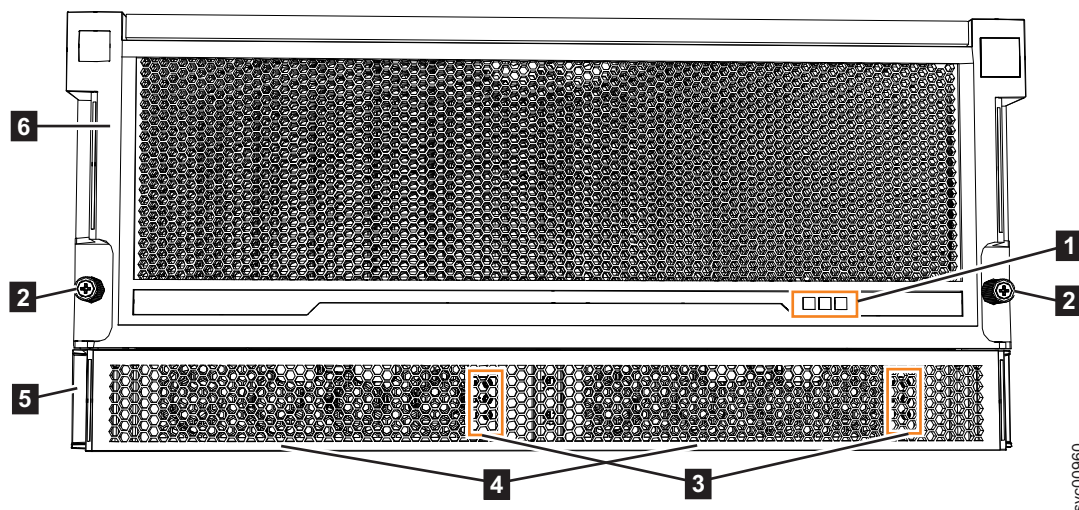

図 119. 2076-92F 拡張エンクロージャーの前面のフィーチャー
- 電源ケーブルをエンクロージャーの背面に接続する前に、常に拡張エンクロージャーがラック内に固定されていることを確認してください。必要であれば、エンクロージャーの前面にあるつまみねじ (図 119 の **2**) を締めて、エンクロージャーのドロワーが動いて開いたりしないようにしてください。
2076-92F 拡張エンクロージャーには 2 つの電源機構装置 (PSU) があり、それらにはエンクロージャーの前面からアクセスできます (図 119 の **4**)。また、図に示すように、PSU は 1U 鼻隠しで覆われています (**5**)。